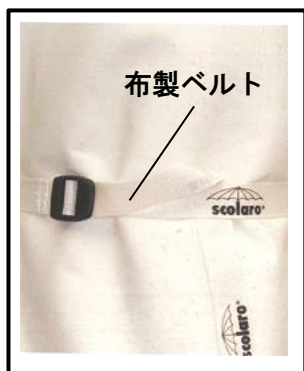
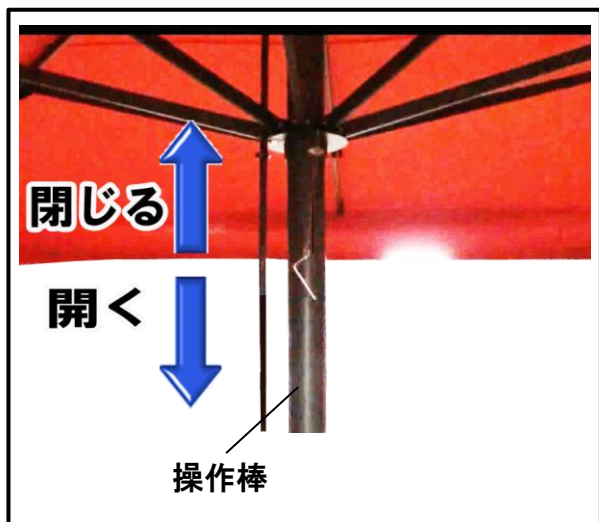

図.11-1
図.12
② パラソルを固定している布製ベルトをほどきます。（図.11-1）
③ 骨または布（キャンバス）を揺すって、ねじれを取り除きます。
④ 操作棒を下に押し下げることによりパラソルが開きます。（図.12）
⑤ 操作棒を上押しすることによりパラソルが閉じます。